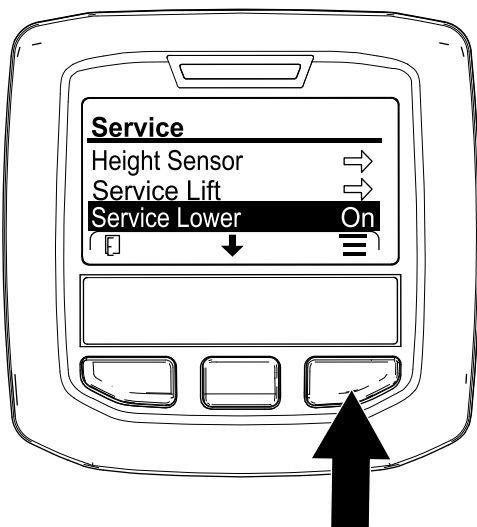

図 178
6. インフォセンターの中央のボタンを何度か押して SERVICE LOWER 整備用に下降 図 178を選択し、右ボタンを押す。